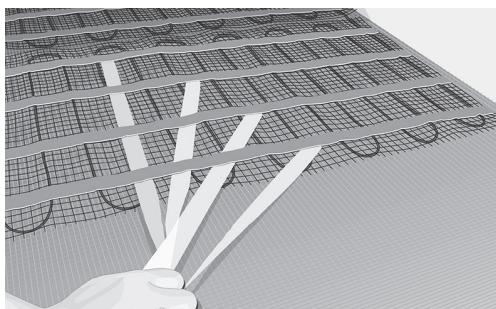

Fig. 8. Avlägsna tejpens skyddsfilm och fäst mattlängderna
12. När mattan(orna) är placerad(e) i enlighet med din ritning och väl inpassade på golvytan, fixera mattlängderna till golvet genom att avlägsna filmen från den dubbelhäftande tejpen och tryck lätt på tejpen. Fortsätt proceduren tills hela mattan har fästs (Fig. 8).